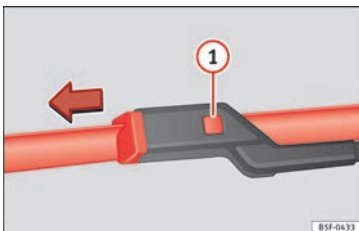

Fig. 80 Sostituzione delle spazzole dei tergicristalli.
- Mantenere premuto il tasto di sblocco » fig. 80 ① tirando leggermente la spazzola nel senso della freccia.